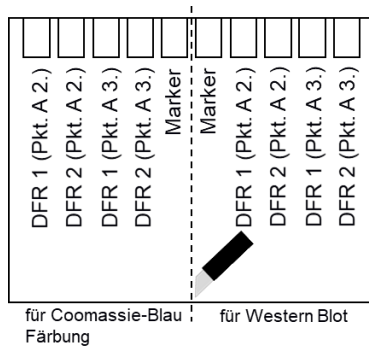

Abb. 7.1 Belade-Schema des SDS-Gels
- beide Probensätze in die Geltaschen laden. Die mittleren 2 Spuren (5 und 6) mit Marker (Abb. 7.1) laden.